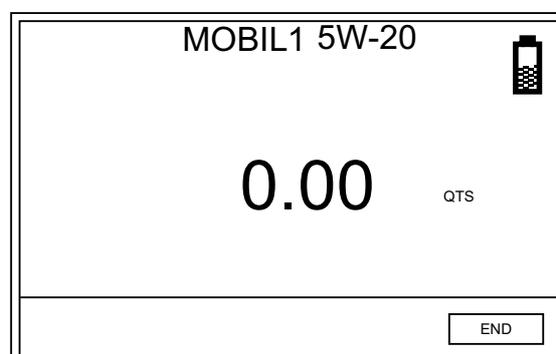

FIG. 31
4. Lorsqu'on a terminé la distribution, appuyer sur le bouton ENTRÉE au milieu du clavier du compteur pour sélectionner FIN (END) (FIG. 31).